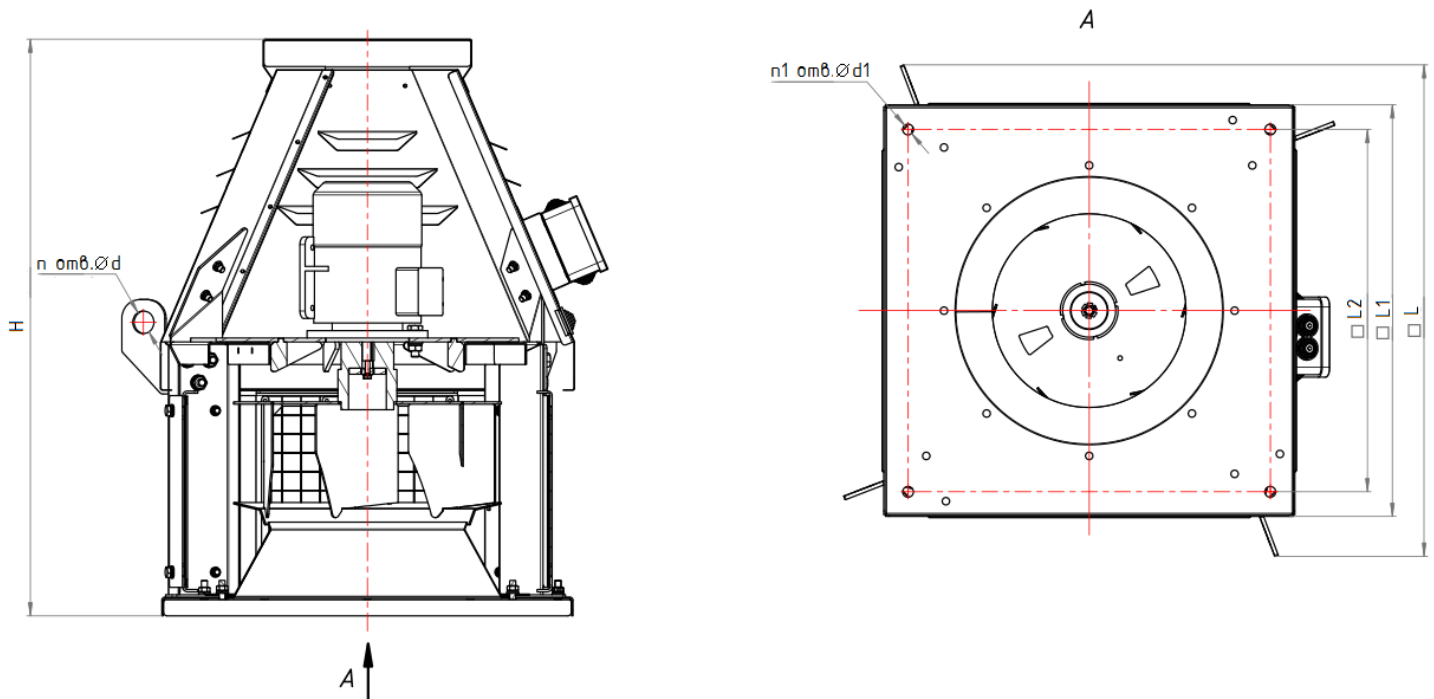

Рисунок 1- Габаритные, присоединительные размеры и общий вид вентиляторов ВКРС-РВ
1.2.1. Устройство вентиляторов, габаритные, присоединительные и установочные размеры вентиляторов указаны на рис. 1, рис. 2, табл. 1, табл. 2.